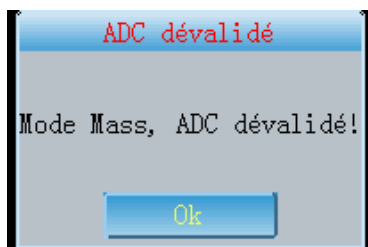

Fig. 13-10-2
(1) Cliquer sur  pour stocker ou supprimer les données de l'électrocardiogramme dans le PC.
(2) Cliquer sur  pour lancer le logiciel d'analyse en mode Synchronisation afin d'utiliser l'électrocardiogramme.
(3) Cliquer sur  pour que l'électrocardiogramme entre dans l'interface principale. En mode MASS, si l'on clique sur le bouton d'analyse, la boîte de dialogue illustrée à la Figure 13-10-2 s'affiche.